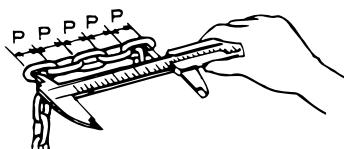

図18 ピッチ測定方法
- (1)ロードチェーンは、部分的にではなく、全体をチェックしてください。5個のリンクのピッチ(P)の和を、図18のように、ノギスで測定してください。
- (2)通常は30cmおきに測定してください。但し、限界値に近いときは、より多くの場所を測定し、一部分でも限界値に達していたら新品と取り替えてください。
- (3)リンクとリンクの接触部の摩耗やキズなどにより、線径が初期線径の95%未満(最も小さい測定値となる測定を行うこと)になっている部分が1箇所でもあれば、新品と取り替えてください。以下3項目のいずれか1つでも該当するロードチェーン・手鎖は、新品と取り替えてください。
- (4)ロードチェーンに有害なキズ、変形、さびがある。
- (5)手鎖の操作時、ハンドホイルとの噛み合いが良好でないもの。手鎖にキズ、変形、さびがある。
- (6)溶接スパッタの付着が見られるなど、高熱にさらされたと考えられる場合。